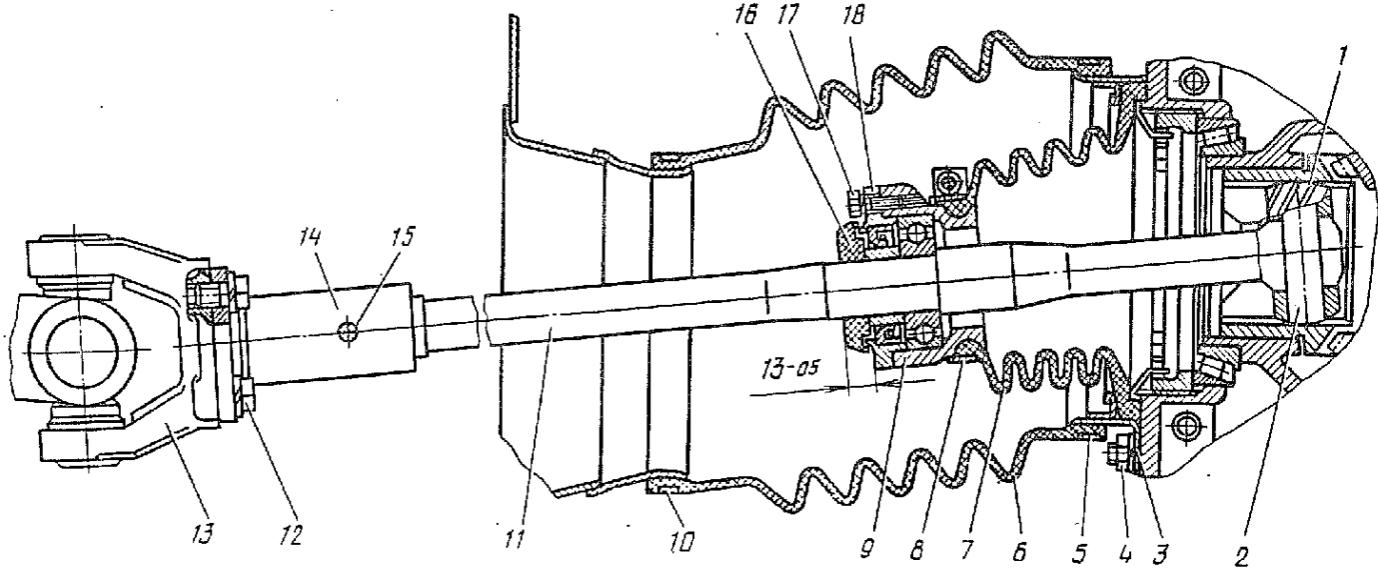

Рис. 61. Полуось с фланцем и защитным чехлом дифференциала в сборе:
**1.5.** Вывернуть болты 12 (рис. 61) крепления фланцев задних полусей к ведущим карданным вилкам, отсоединить полуоси и, сместив их в дифференциал до упора, закрепить во избежание выпадания из дифференциала (ключ 14, проволока, плоскогубцы 150).
2.4. Раскрепить полуоси, присоединить фланцы полуосей к карданным вилкам и закрепить болтами 12 (рис. 61) с пружинными шайбами (головка 14, рукоятка динамометрическая, плоскогубцы 150).
1.6. Отвернуть гайки 4 (рис. 61) крепления крышки защитного чехла дифференциала и снять со шпилек крышку 3 (ключ 13).
2.1. Установить полуось 11 (рис. 61) в сборе с подшипниковым узлом и защитным чехлом дифференциала в отверстие кузова.
- 1.3. Отвернуть болты 12 (рис. 61) крепления фланца полуоси к фланцу карданной вилки 13 (ключ 14).
- 2.1. Установить уплотнительный чехол 6 (рис. 61) на полуось. Свернуть его до беспрепятственного прохода через отверстие кузова и протолкнуть внутрь кузова.
- 1.5. Отвернуть болты 12 (рис. 61) крепления фланца 14 полуоси к фланцу карданной вилки 13, сместить полуось в сторону дифференциала и закрепить ее проволокой во избежание выпадания сухарей (ключ 14, плоскогубцы 150, проволока).
- 2.5. Присоединить фланец 14 (рис. 61) полуоси к фланцу карданной вилки 13 и закрепить болтами 12 с пружинными шайбами (ключ 14, головка 14, рукоятка динамометрическая).